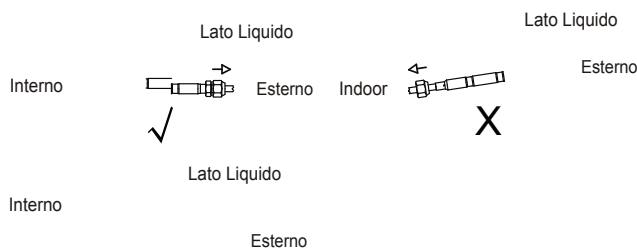

Fig. 7.2
- Acquistare i raccordi in base ai requisiti indicati nel Manuale. Durante l'installazione, fare riferimento allo schema (vedi Fig. 7.2)
1. Assicurati che il tubo sia tagliato con una perfetta angolazione di 90°. Fa' riferimento alla Fig. 7.2 per esempi di tagli errati